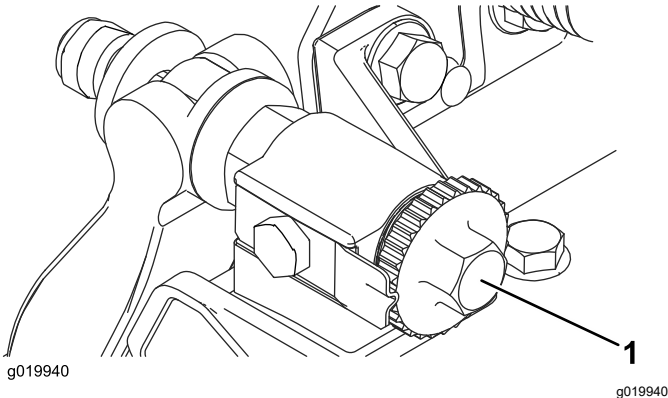

図7
- A. ベッドバー調節ねじ  図7を1クリックずつ均等に締めながら、ごく軽い接触が得られるようにする。